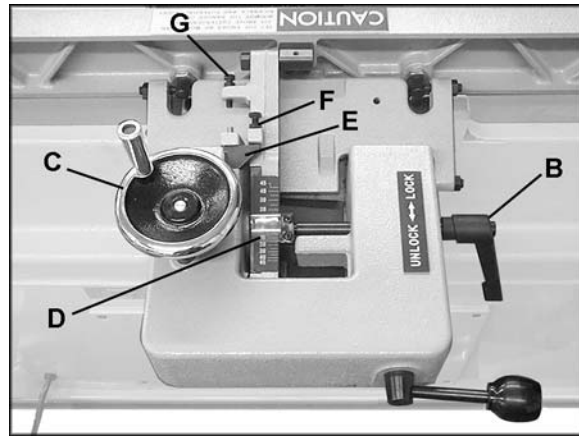
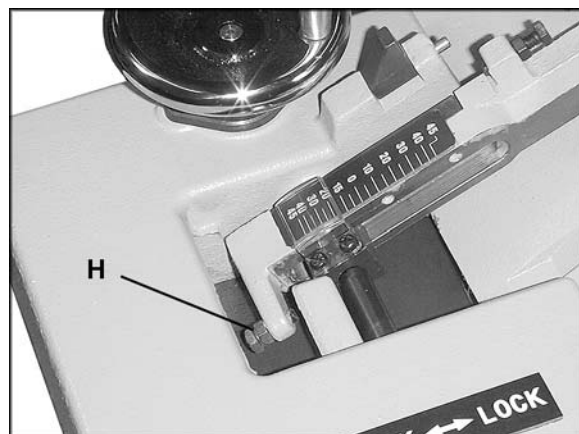

Figura 16
Figura 17
1. Afloje la manija de bloqueo (B, Figura 16).
3. Gire la manivela (C, Figura 16) hasta que el ángulo deseado sea indicado en la escala (D, Figura 16). O puede colocar su material de trabajo biselado sobre la mesa contra la guía y rote la manivela (C, Figura 16) hasta que el ángulo de la guía coincida con el bisel de su material de trabajo.
4. Ajuste la manija de bloqueo (B, Figura 16).
IMPORTANTE: Al terminar la operación de inclinación y una vez que la guía sea regresada a su posición de 90 grados, no olvide colocar el bloque de tope (F, Figura 16) de regreso a su posición original.
1. El tope de 90 grados es controlado por el tornillo (F, Figura 16) y el bloque de tope (E, Figura 16).
2. Afloje la manija de bloqueo (B, Figura 16) y afloje la tuerca del tornillo (F, Figura 16).
4. Mueva la guía hasta nivelarse exactamente por el medidor de ángulo. Gire el tornillo hasta que el mismo haga contacto con el bloque de tope. (E, Figura 16).
5. Ajuste la tuerca hueca del perno (F, Figura 16) y bloquee la manija (B, Figura 16).
1. El tope de avance de 45 grados es controlado por el tornillo (H, Figura 17).
2. Afloje la manija de bloqueo (B, Figura 16) y afloje la tuerca del tornillo (H, Figura 17).
4. Gire el tornillo (H, Figura 17) hasta que haga contacto con el metal frente al mismo.
5. Ajuste nuevamente la tuerca hueca del perno (H, Figura 17) y bloquee la manija (B, Figura 16).